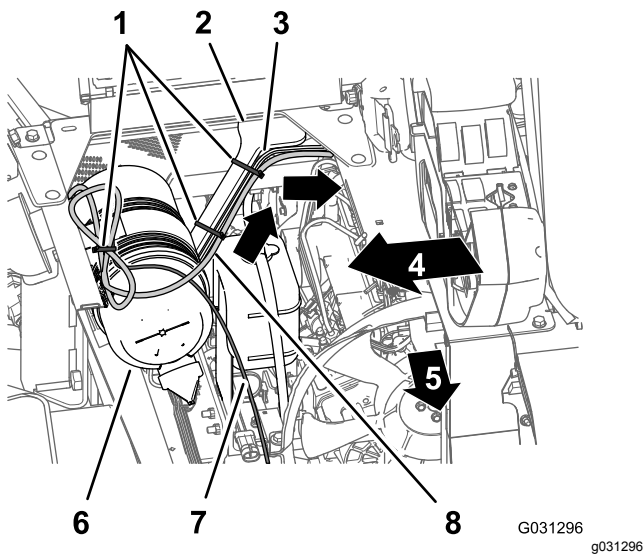

Figura 138
1. Enrute la rama de 220 cm del arnés de cables eléctrico del sistema de navegación a través del ángulo de la caja del asiento y hacia abajo por el soporte izquierdo de la cubierta del motor (Figura 138).
- Sujete el arnés al soporte de la cubierta del motor con bridas (Figura 138).